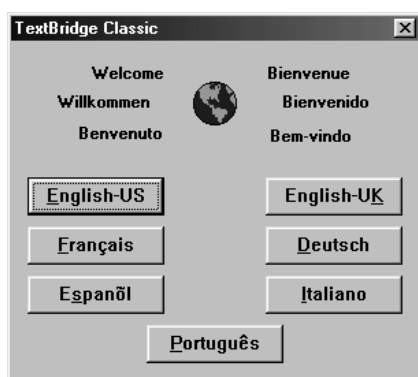

Figure 11 : Sélection d'une langue
1. Dans le menu d'installation (voir figure 9) sélectionnez 'TextBridge'. S'ouvre alors une fenêtre semblable à celle de la figure 11